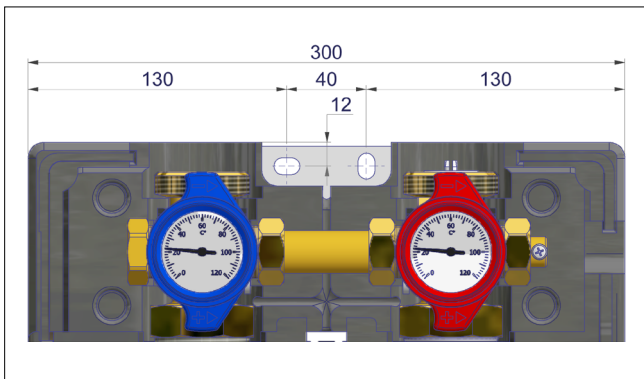

Fig. 7-1: Diagrama de instalación
2. Marque los puntos de taladrado para instalar el grupo de bombeo (véase la fig. 7-1: Diagrama de instalación).
3. Taladre los agujeros según el tamaño de los tornillos y del soporte (véase la fig. 7-1: Diagrama de instalación).
6. Coloque el grupo de bombeo contra la pared en posición vertical (véase la fig. 7-1: Diagrama de instalación).
8. Retire las perillas de los termómetros (B) y desmonte la caja de aislamiento intermedia (C).